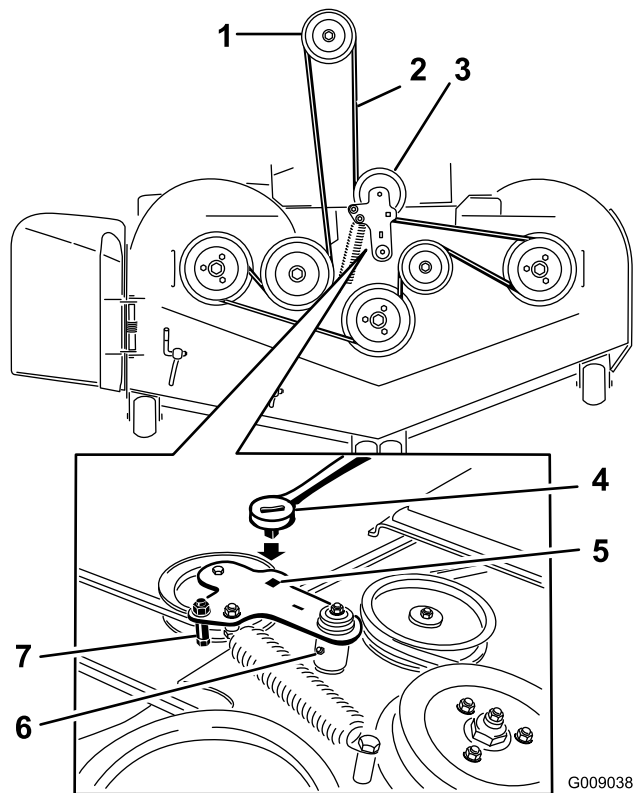

Figura 80
5. Inserite un cricchetto nel foro quadrato del braccio di rinvio per allentare la molla del tenditore (Figura 80).
7. Togliete il guidacinghia dal braccio di rinvio a molla mostrato in Figura 80.
9. Montate la nuova cinghia attorno alle pulegge del tosaerba e alla puleggia della frizione, sotto il motore (Figura 80).
10. Montate il guidacinghia sul braccio di rinvio mostrato in Figura 80.
11. Con il cricchetto nel foro quadrato, montate la molla del tenditore (Figura 80).